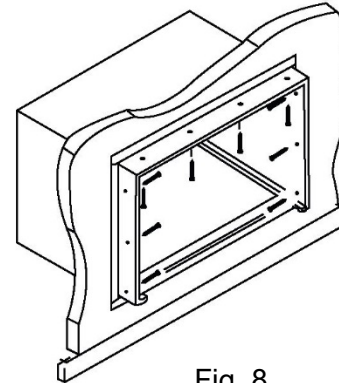

Fig. 8
5. Vissez ou clouez l'encadrement en bois du caisson avec des cales si l'encadrement est trop large, afin d'éviter un déséquilibre. Voir la figure 8. N'oubliez pas de conserver l'inclinaison nécessaire comme indiqué à l'étape 3.